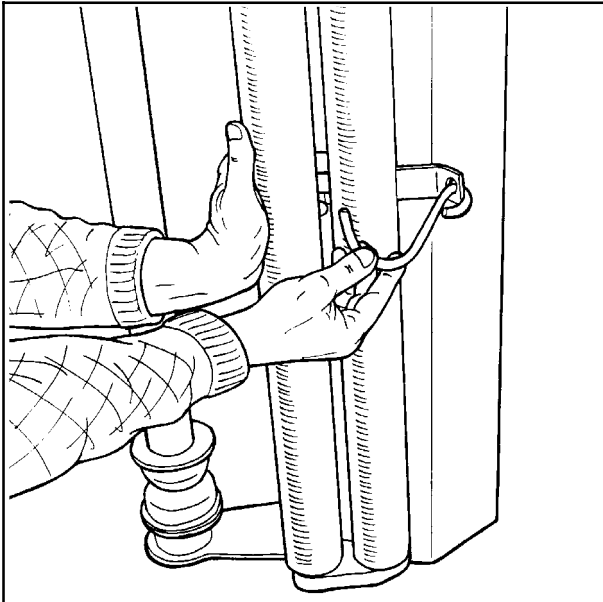

Fig. 6-1
6.1 Når plastrullen skal monteres, så må forstreker-rollene holdes ut til siden. Hold rullene ut til siden og sett på holdekroken. (Se fig. 6-1).